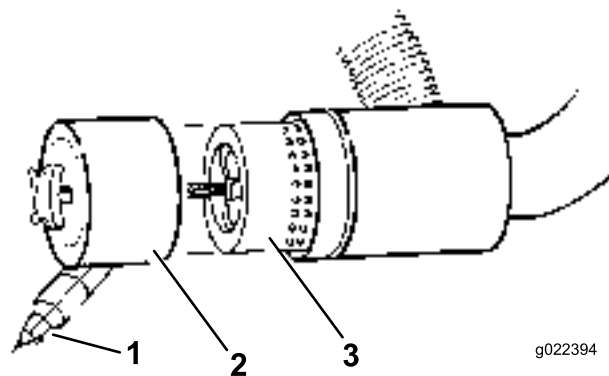

Figura 49
3. Togliete il filtro e sostituitelo (Figura 49).